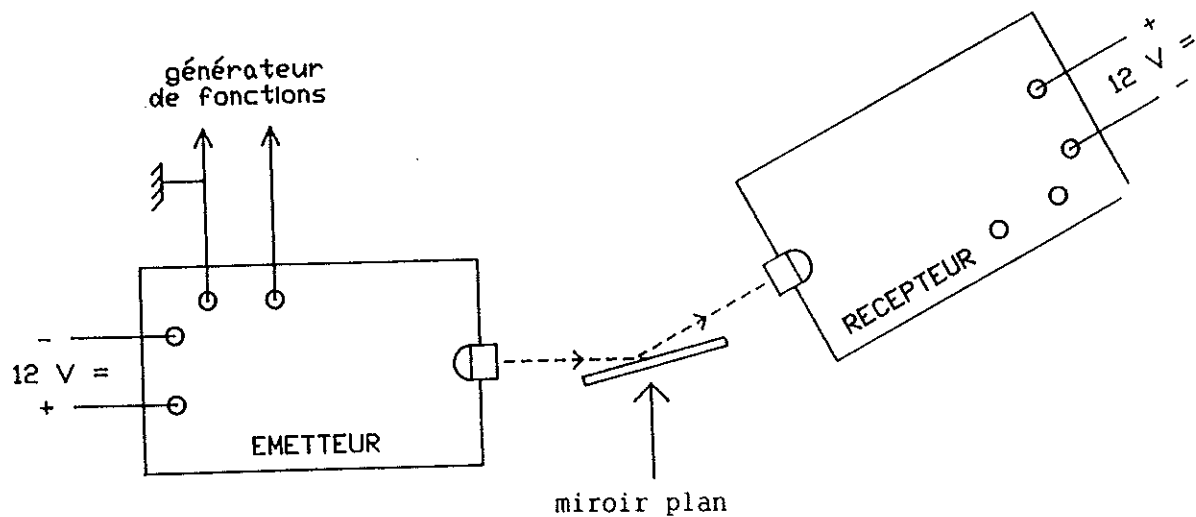

figure 8 : Réflexion d'un faisceau infrarouge
- on reprend l'expérience précédente mais en n'alignant plus l'émetteur et le récepteur. Les 2 boîtiers sont séparés de quelques centimètres. On introduit alors une lame de verre ou un petit miroir plan que l'on oriente, jusqu'à ce qu'un signal sonore retentisse (figure 8). On peut ainsi illustrer la loi de Descartes pour la réflexion d'une onde électromagnétique, qui n'appartient pas au domaine visible.